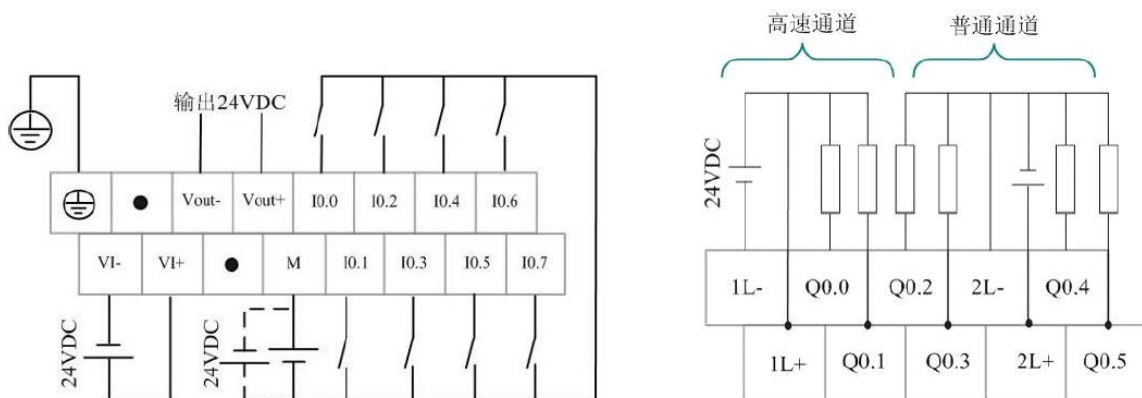

图 33 LE5104 上排端子定义与接线图
- 高速通道的输出方式为开集方式; 普通通道的输出方式为高边驱动, 接线如图 33 所示。
- 输入通道 (DI) 的 M 端子为外接 DI 的公共端, 用户可以选择将 M 接到 24VDC 电源正端或负端, 以适应源型或漏型的 DI;
- 输出通道 (DO) 的 1L+、2L+ 和 1L-、2L- 分别接负载驱动电源 24VDC 的正端和负端;